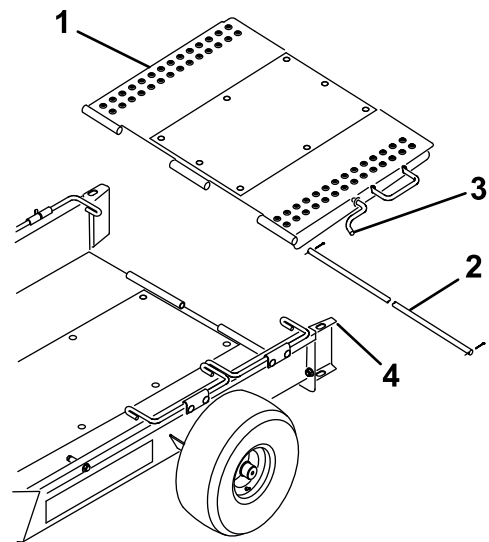

図 4
6. トレーラランプを跳ね上げてホイールガイド上部にある穴にランプをラッチ止める 図 4。
5. トレーラベッドの後部にトレーラランプを取り付けるヒンジ付きロッドとコッターピン 2本を使用する 図 4。
8. トレーラランプを跳ね上げてホイールガイド上部にある穴にランプをラッチ止めする 図 4。